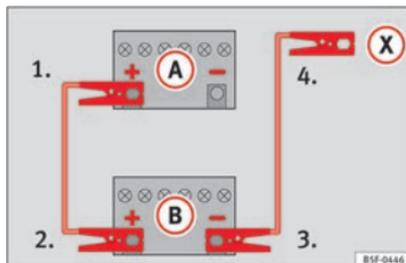

Fig. 189 Schema elettrico per i veicoli non dotati di sistema Start&Stop.
2. Collegare un'estremità del cavo di emergenza *rosso* al polo positivo **+** del veicolo con la batteria scarica **A** » **fig. 189**.
4. **Nei veicoli senza sistema Start-Stop:** collegare un'estremità del cavo *nero* di emergenza al polo negativo **-** del veicolo che eroga la corrente **B** » **fig. 189**.